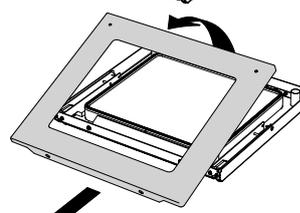

Fig. 42
- Smontare la mascherina del forno dalla parte della maniglia (fig. 42).